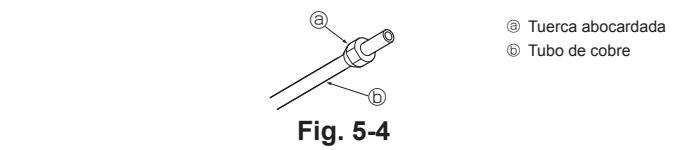

Fig. 5-4
5.3.3. Colocación de las tuercas (Fig. 5-4)